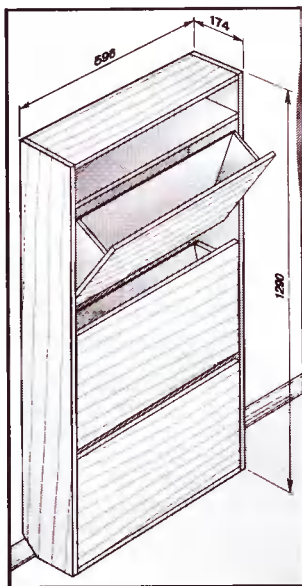

Рис. 1. Стеллаж для обуви с тремя откидными карманами
**Габариты:** ширина — 596 мм, высота — 1290 мм, глубина — 174 мм. В каждом кармане стеллажа можно разместить 3 пары мужской обуви (рис. 1).